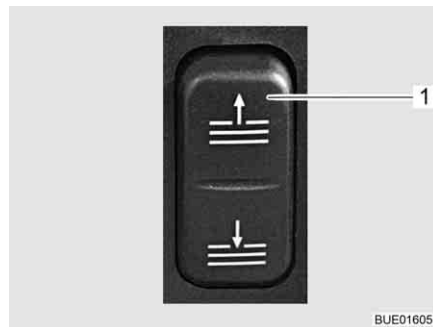

Fig. 34 Interrupteur pare-soleil
- Appuyer sur la partie supérieure ou inférieure de l'interrupteur (Fig. 34,1). Le pare-soleil se déplace vers le haut ou le bas tant que l'interrupteur reste pressé.